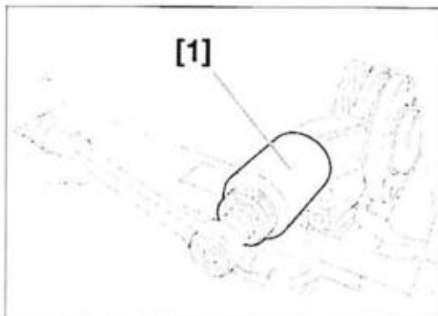

FIG. 16
- Desmontar la rótula de mangueta (2) con el útil [1] (casquillo tipo Facom NK.41L) (fig. 16).